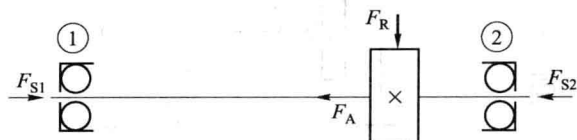

图 10.3
(2) 因为角接触球轴承工作时会有内部轴向力 F_S , 在计算轴承承受的轴向载荷 F_a 时, 必须考虑内部轴向力 F_S , 而 F_S 是有方向的, 与轴承的配置方式有关, 图 10.2c 所示方案的轴承是面对面安装, F_{S1} 与 F_{S2} 方向相对, 如图 10.3 所示。